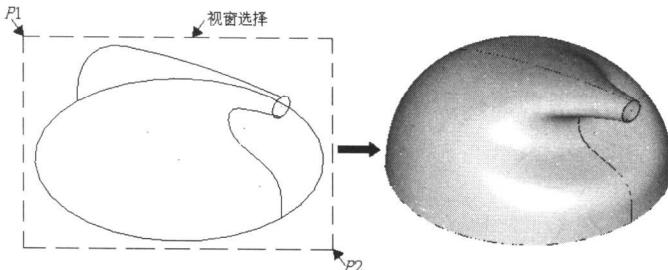

图1-8
1. 进入第3层，关闭第2层，利用网格曲面命令【Create Net Surface】，采用视窗选择方式产生如图1-8所示网格曲面。